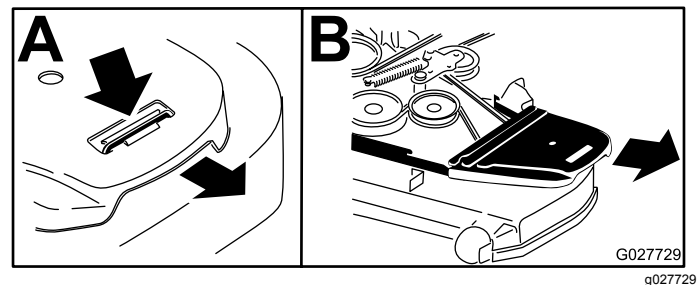

Figura 90
6. Retire las cubiertas de la correa (Figura 90).